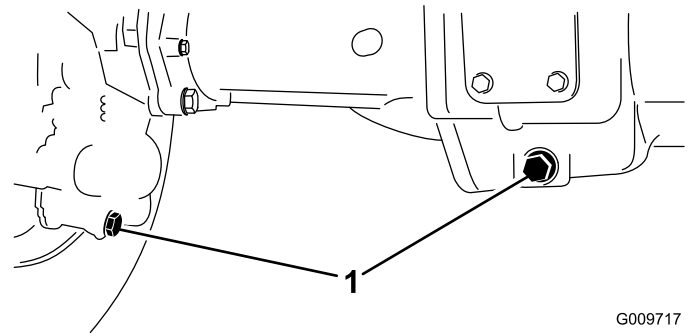

図 72
- ドレンプラグ (図 72 ; 左右端に 1 個と中央に 1 個、全部で 3 個ある) の周辺をきれいに拭く。